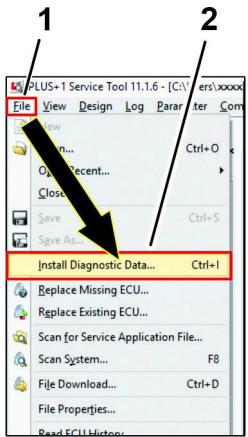

Figura 53
1. Clique no ícone File, e no menu suspenso clique no ícone Install Diagnostic Data . . . (Figura 53).